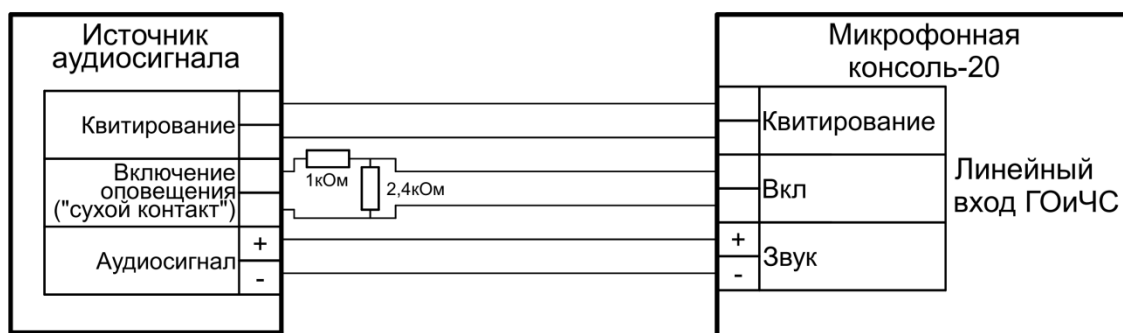

Рисунок 1.4.2. Схема подключения источника сигнала ГОиЧС.
1.4.8.3 Линейный вход ГОиЧС предназначен для приема внешнего сигнала оповещения о чрезвычайных ситуациях, рассчитан на подключение слаботочного источника звукового сигнала с линейным выходом и предполагает его размещение вблизи консоли. Схема подключения входа приведена далее (Рисунок 1.4.2).
Трансляция оповещения с линейного входа ГОиЧС происходит при появлении сигнала запуска на входе «Вкл.». Сигнал со входа «Звук» начинает предаваться на блоки «Рупор-300», а на выходе «Квитирование» появляется сигнал подтверждения запуска оповещения. Также микрофонная консоль обеспечивает контроль целостности линии сигнала запуска оповещения (вход «Вкл») – это обеспечивается подключением резисторов (Рисунок 1.4.2). Резисторы в цепи сигнала запуска оповещения должны располагаться максимально близко к контактам источника сигнала. Отклонение номинала резисторов не должно превышать $\pm 10\%$. Функция контроля целостности линии может быть отключена в настройках.